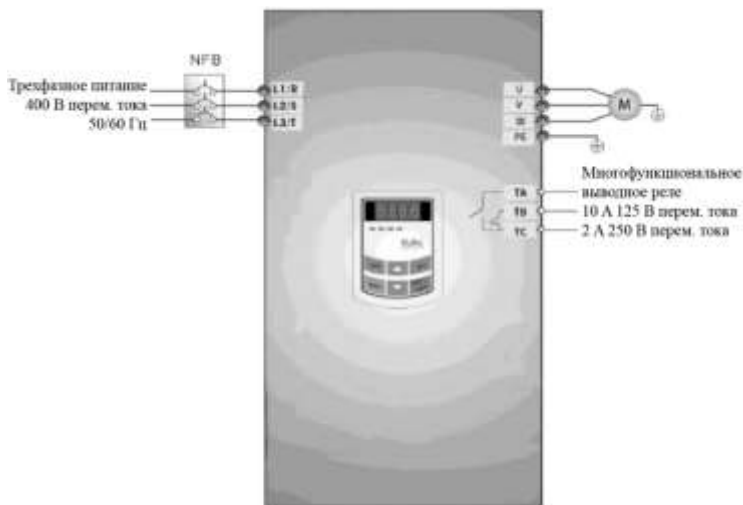

Рис. 5-1 Электропроводка 1
(1) Подключите провода, как показано на Рис. 5-1. После проверки электропроводки, включите питание инвертора.
(2) Нажмите клавишу —Func (Функция) для входа в меню программирования.
(3) Замерьте параметры двигателя
- (1) Подключите провода, как показано на Рис. 5-1. После проверки электропроводки, включите питание инвертора.
- (2) Нажмите клавишу —Run (Функция)I для входа в меню программирования.
- (3) Проверьте параметры двигателя: процедура аналогична примеру 1.
- (4) Задайте функциональные параметры инвертора: